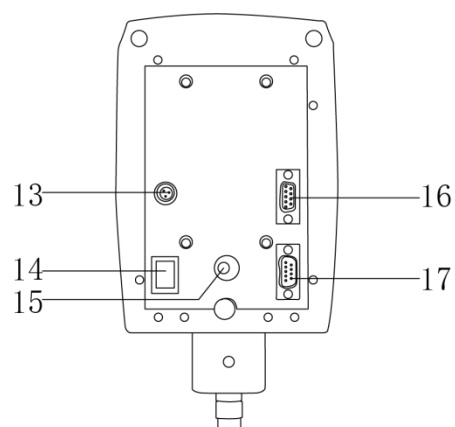

图3
3、仪器背面（图3）
- (13) 温度传感器接口
- (14) 电源开关
- (15) 电源接口
- (16) 电脑接口
- (17) RS232接口